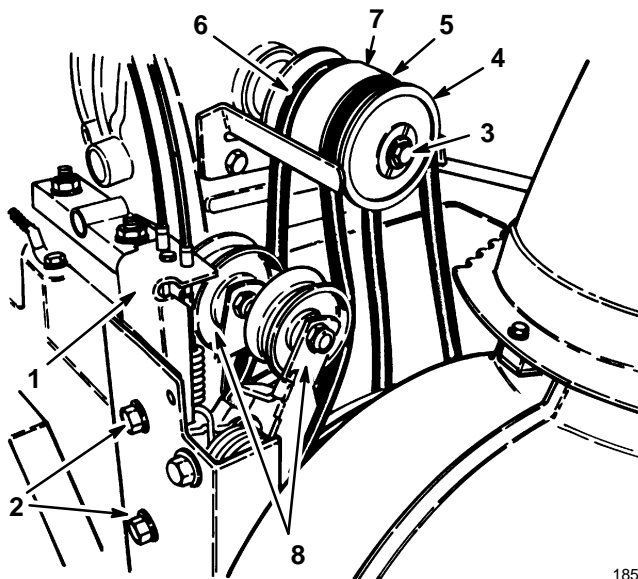

Figure 27
3. Mettez le changement de vitesse au point mort (N).
4. Retirez les 2 boulons à embase qui fixent l'ensemble de poulies folles au châssis moteur, et déposez l'ensemble de poulies folles (Fig. 27).
5. Retirez le boulon et la rondelle-frein qui fixent la demi-poulie à l'avant de l'ensemble de poulies (Fig. 27).
6. Retirez du vilebrequin la demi-poulie avec la courroie de tarière/roue hélice, puis retirez la courroie de la poulie de roue hélice (Fig. 27).
7. Pour remplacer la courroie de traction, retirez du vilebrequin l'élément central de poulie avec la courroie, puis retirez la courroie de la poulie de transmission (Fig. 27).
9. Pour remplacer la courroie de traction, placez la courroie neuve sur la poulie de transmission et la poulie centrale, et glissez la poulie centrale sur le vilebrequin (Fig. 27).
13. Remontez l'ensemble de poulies folles sur le châssis moteur, et fixez-le à l'aide des deux boulons à embase (Fig. 27).